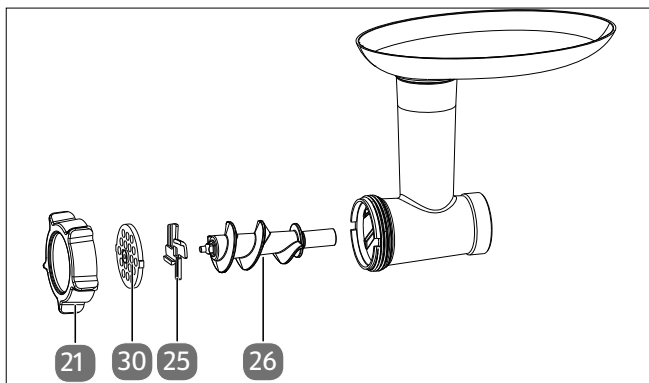

Abb. 12 – Zubehörteile Fleischwolf
- ▶ Setzen Sie den Fleischwolf mit den Zubehörteilen in der Reihenfolge wie oben abgebildet zusammen (siehe Abb. 12).